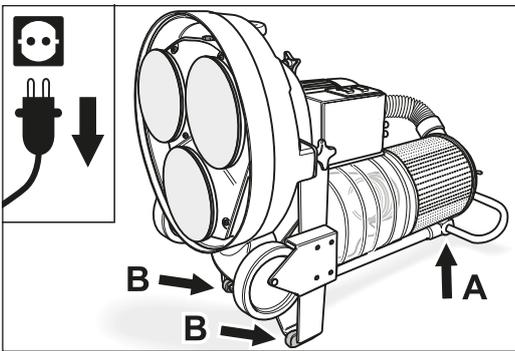

Fig. 6 Inclinación hacia atrás la máquina para dar acceso a las herramientas. ¡Ponga atención en que la máquina tenga una posición segura!
- 4 Incline cuidadosamente hacia atrás la máquina en el asidero hasta que la máquina descansa con seguridad sobre el tubo guía y ambas gomas protectoras (Fig. 6). **¡Ponga atención en que la máquina tenga una posición segura!**